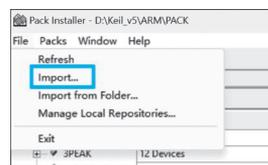

图 3.17 Pack Installer 的 File 菜单
(11) 在 Pack Installer 中,选择 File→Import 命令,如图 3.17 所示。然后在打开的窗口中选择下载的安装包 Keil.STM32U5xx_DFP.2.1.0.pack 进行安装。